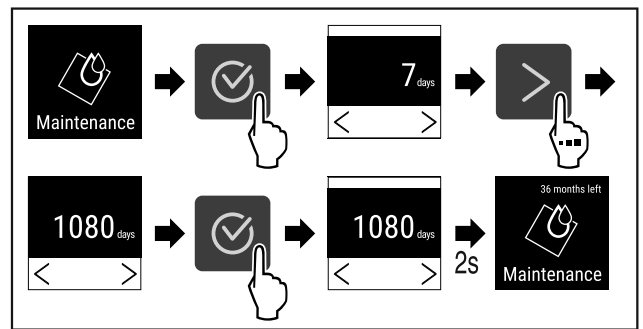

Fig. 99
- ▶ Suivre les étapes (voir Fig. 99).